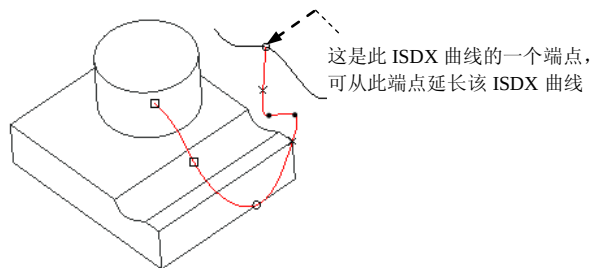

图 8.3.59 单击 ISDX 曲线
如图 8.3.59 所示，选择一条 ISDX 曲线的某个端点，可从端点延长该 ISDX 曲线。操作方法如下：
- Step3. 单击图 8.3.59 中的 ISDX 曲线。